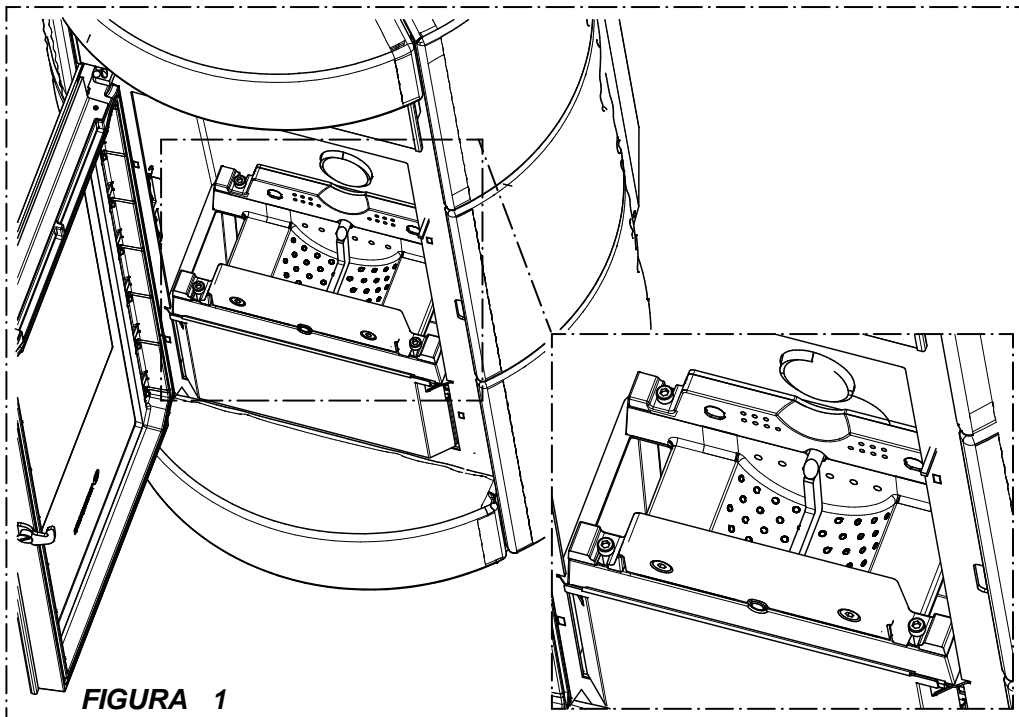

FIGURA 1
- Pulire accuratamente il bruciatore (Figura 1) utilizzando un aspiratore; pulire con particolare attenzione la zona vicino la candeletta di accensione. Questo allo scopo di garantire un corretto funzionamento dell'apparecchio ed evitare mancante accensioni.
- Aprire la porta focolare e controllare che l'area dove opera il raschiatore Pelletpower® sia priva di sedimenti (Figura 1)
- Controllare che i fori del bruciatore ed il canale di alloggiamento della resistenza siano privi di sedimenti di ogni tipo e natura. Nel caso aspirare e pulire (Figura 1)